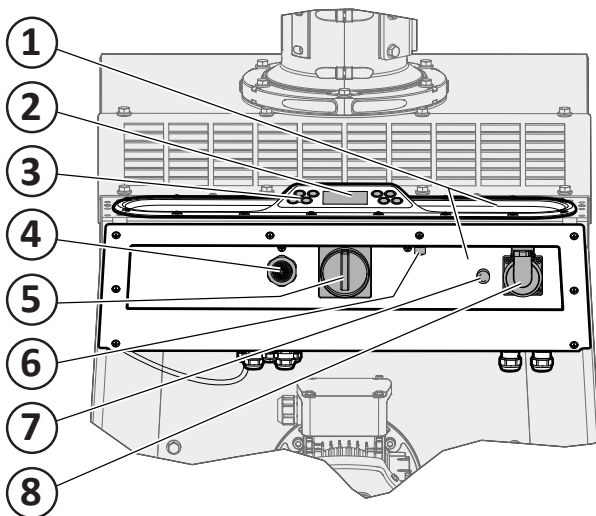
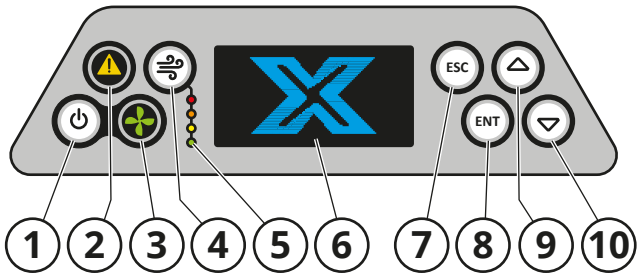

Fig. 16
Fig. 17
Voir la Fig. 16.
Le panneau de commande (Fig. 16) comporte une console de commande, un interrupteur, un raccord pour sonde pince et une prise de 230 VCA avec fusible automatique. Le panneau de commande sert également de poignée pour le déplacement et de surface de déchargement.
Voir la **Fig. 17**.
Lorsque la machine est mise sous tension avec l'interrupteur (5, **Fig. 16**), l'écran s'allume (6, **Fig. 17**). Lorsque l'écran affiche RÉGLAGES et ENTRETIEN, la console de commande est prête à l'utilisation. Le ventilateur est démarré/arrêté avec le bouton de démarrage/arrêt du ventilateur (1) et le fonctionnement est indiqué par le témoin lumineux (3). Si le débit d'air est trop faible, le témoin s'éteint et l'alarme sonore retentit.
Démarrage Auto. Réglage permettant, lorsqu'un outil (par exemple une meuleuse d'angle) est connecté à la prise de 230 V (pos. 8, Fig. 16), de démarrer et d'arrêter le moteur du ventilateur. La sélection s'effectue à l'aide du bouton de navigation.
Si l'option **Nettoyage AUTO ON** est sélectionnée dans le menu des réglages, le filtre est automatiquement nettoyé pendant le fonctionnement. Le nettoyage automatique du filtre est effectué entre des chutes de pression préréglées. Les témoins lumineux de l'état du filtre sur la console de commande (**Fig. 17**, pos. 5) montrent le degré d'encrassement de l'agent filtrant. Un nettoyage hors ligne est également effectué 20 minutes après l'arrêt du moteur du ventilateur. Lorsque la cartouche de filtre est saturée et le débit d'air trop faible, l'alarme sonore et le témoin lumineux (2) envoient des signaux.